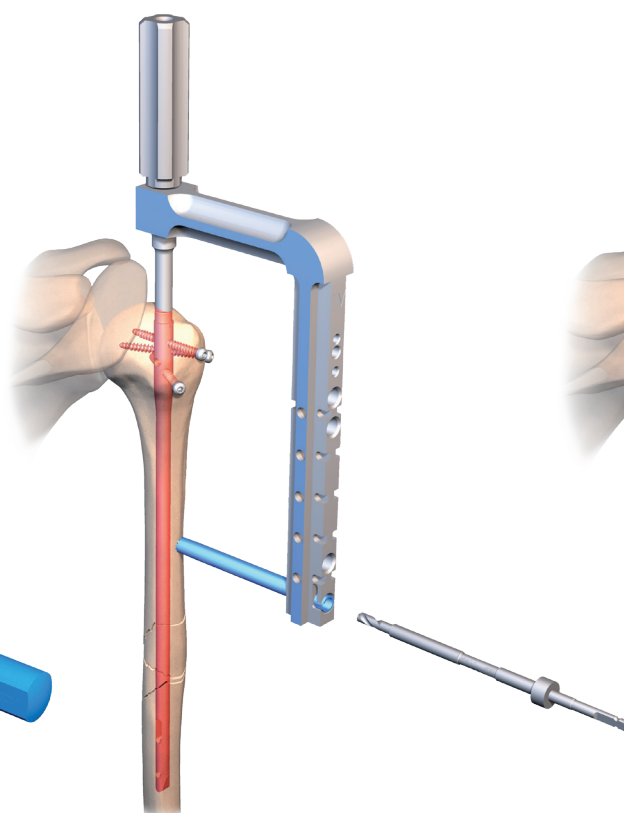

fig. 12
- Forage de la corticale externe avec la mèche grise à butée (**réf. 266 428**) (**fig.12**).